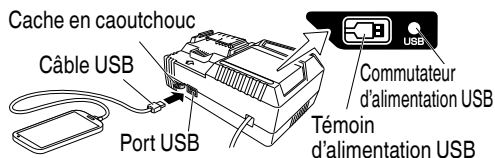

Fig. 9
(2) Mettez le commutateur d'alimentation USB sur marche (Fig. 9)
(3) Connectez le câble USB. (Fig. 9)
- Mettez le commutateur d'alimentation USB sur arrêt et débranchez le câble d'alimentation de la prise électrique. (Fig. 9)